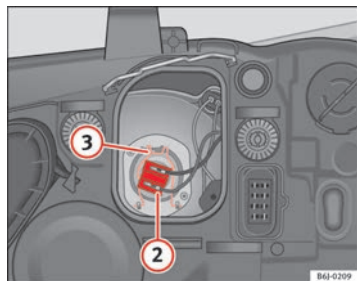

Abb. 135 Abblendlicht
- Ziehen Sie den Stecker ⇒ Abb. 135 ② von der Lampe ab.
- Die Haltefeder ⇒ Abb. 135 ③ durch Eindrücken und Rechtsdrehung abnehmen.